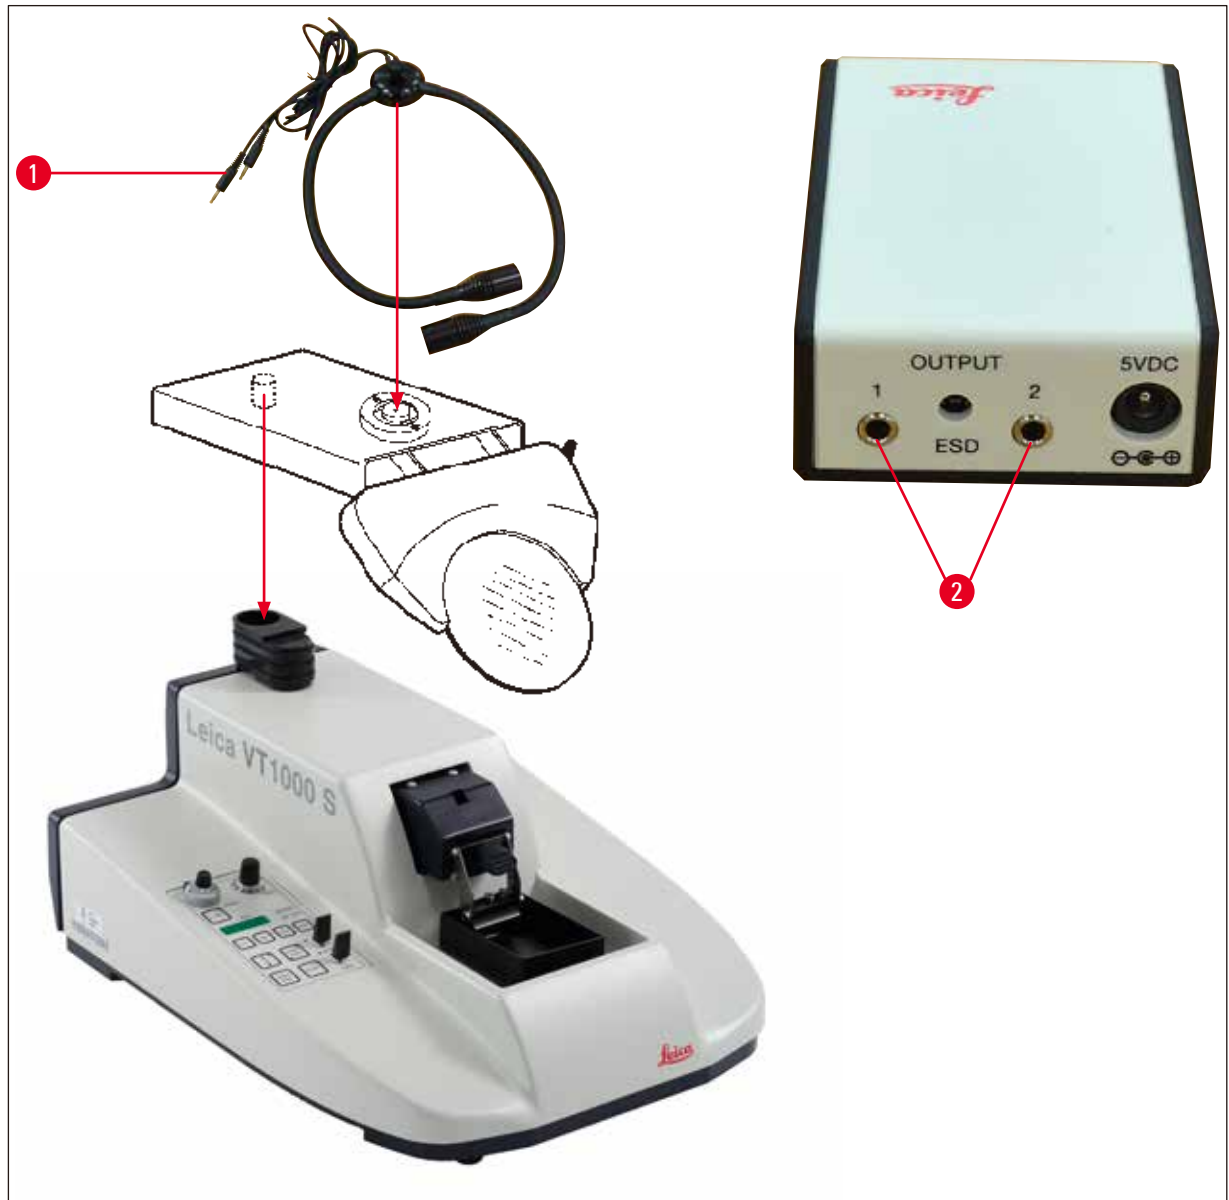

Bild. 9
7. Anslut förstorarstödet med Modul LED Hi-Power spot, 2-arm, enligt (→ Bild. 9). Stick in kontakten (→ Bild. 9-1) på Modul LED Hi-Power spots, 2-arm, i uttaget (→ Bild. 9-2) på Modul Hi-Power spot, LED 1000.